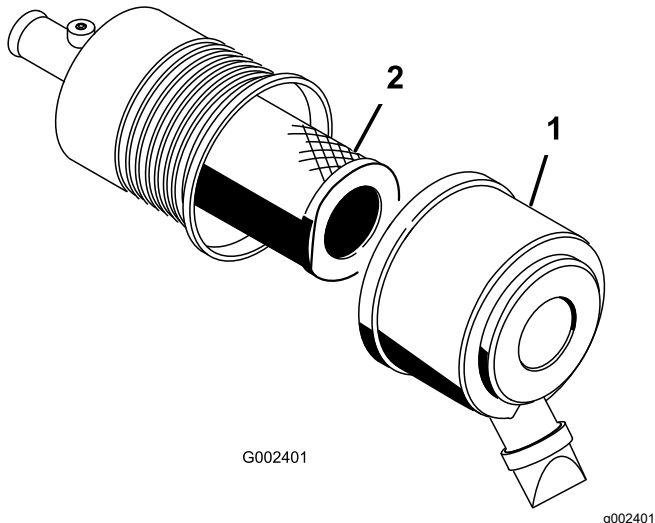

图 32
1. 松开空气滤清器上的搭扣并将空气滤清器盖从其壳体中拉出 图 32。
3. 将滤清器轻轻从空气滤清器壳体中滑出 图 32。
5. 小心地将滤芯滑到壳体管上方 图 32。
6. 安装空气滤清器盖侧面朝上用门锁固定 图 32。